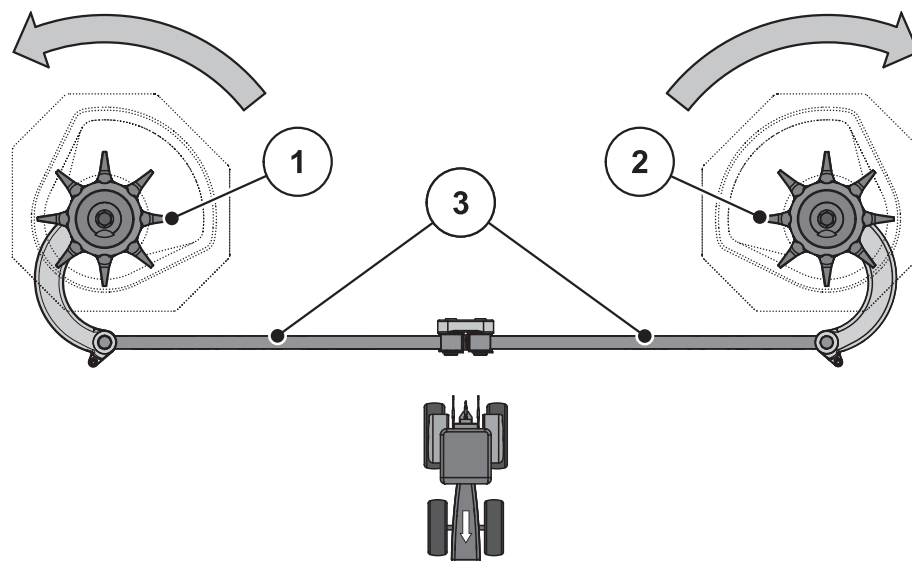

Bild 10.13: Kontrollera omrörardriften.
2. Vrid omröraren manuellt i **spridartallrikens vridriktning**. Se Bild 10.13.
3. Skruva fast omrörarhuvudet manuellt eller med hjälp av ett kraftigt oljefilterband mot **spridartallrikens vridriktning**. Se Bild 10.13.